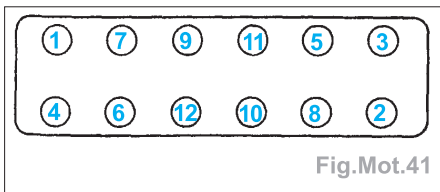

Fig.Mot.41
- les vis de culasse en respectant l'ordre (Fig.Mot.41),